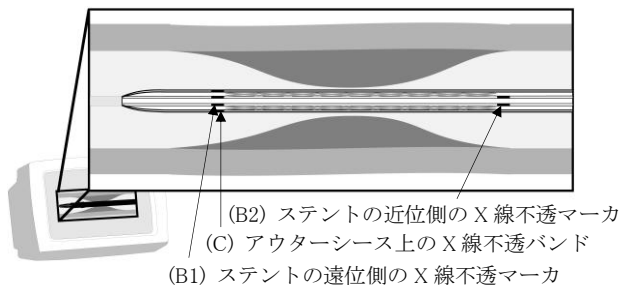

図9
- (4)ステント近位側のX線不透マーカ（図9-B2）、及びステント遠位側のX線不透マーカ（図9-B1）とアウターシース上のX線不透バンド（図9-C）の重なりが、狭窄部を中心に両端に位置していることをモニターで観察する。収納されたステントのX線不透マーカの両端位置は、ステントが展開したときの両端位置となる。